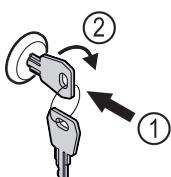

Fig. 86 Príklad zobrazenia
- Zatlačte klúč Fig. 86 (1).
- Otočte klúč o 90° v smere hodinových ručičiek Fig. 86 (2).